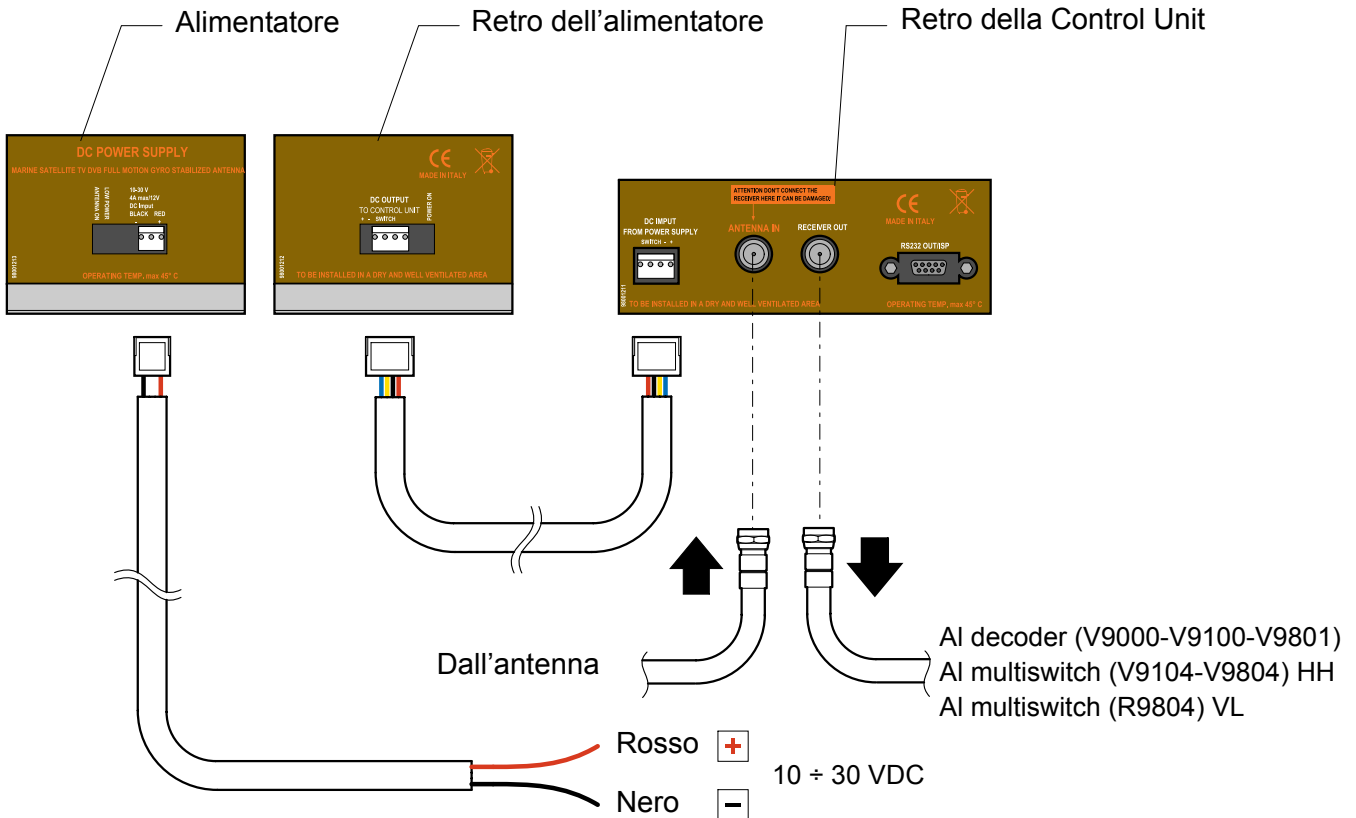
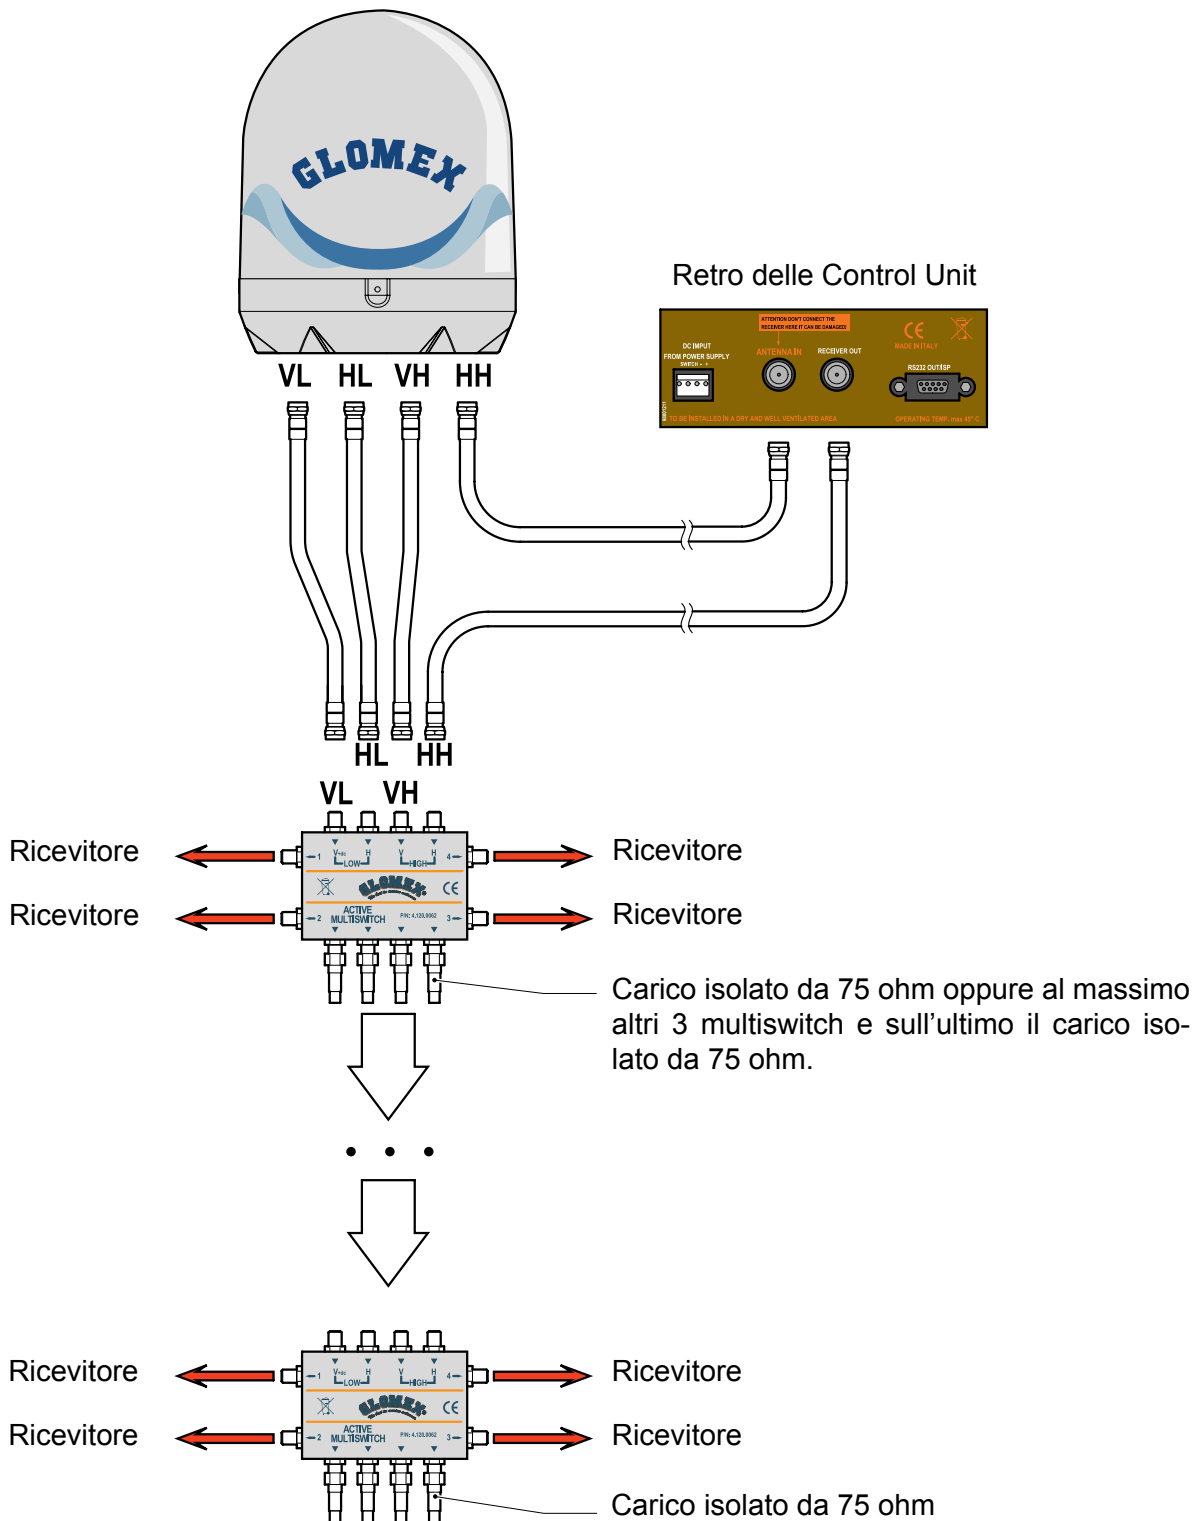

Fig. 16
Fig. 19
5. Per i modelli V9104, V9104SKEW, V9804 e V9804SKEW che prevedono la presenza del multiswitch, cablare i cavi seguendo le indicazioni di Fig. 19.
8. Procedere con la connessione dei cavi all'amplificatore di linea (se presente), al multiswitch (se presente), al/ai ricevitore/i (non incluso/i), come indicato nelle Fig. 1, Fig. 16, Fig. 19.